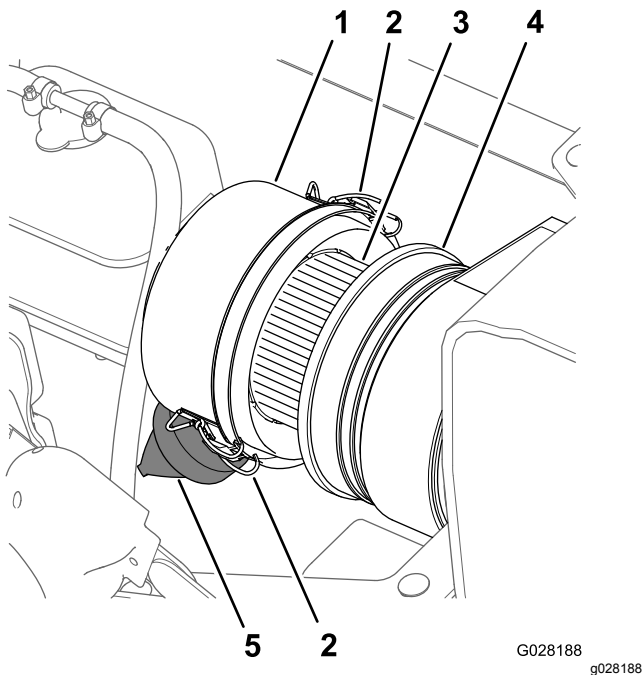
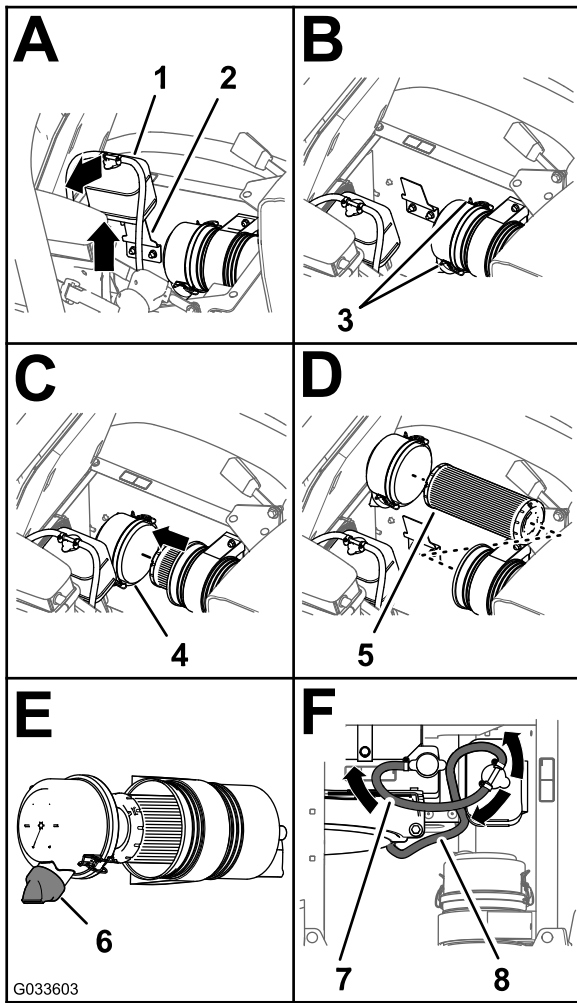

Figura 65
Figura 66
3. Limpie el tapón guardapolvo y el cuerpo del limpiador de aire (Figura 65).
4. Inspeccione la carcasa del limpiador de aire en busca de daños que pudieran causar una fuga de aire (Figura 65).
5. Apriete la válvula de polvo para limpiarla de suciedad, polvo y residuos (Figura 65).
7. Compruebe si el elemento del filtro de aire tiene una acumulación excesiva de suciedad, polvo y residuos (Figura 65).
8. Instale el tapón guardapolvo en el cuerpo del limpiador de aire, y sujete el tapón con los 2 enganches (Figura 65).
2. Limpie el tapón guardapolvo y el cuerpo del limpiador de aire (Figura 65).
3. Levante el depósito de expansión del refrigerante y retírelo del soporte del depósito (Figura 66).
- Abra los dos enganches que sujetan el tapón guardapolvo a la carcasa del limpiador de aire (Figura 66).
- Limpie el interior del tapón guardapolvo, la carcasa del limpiador de aire y la válvula de polvo con un trapo húmedo (Figura 65 y Figura 66).
- Instale el elemento del limpiador de aire en la carcasa del limpiador de aire (Figura 66).
- Instale la tapa sobre la carcasa del limpiador de aire y sujétela con los 2 enganches (Figura 66).
Nota: Asegúrese de que la válvula de polvo está en una posición entre las 5 y las 7, vista desde el extremo (Figura 66).
- Alinee el depósito de expansión del refrigerante con el soporte del depósito y coloque el depósito firmemente (Figura 66).